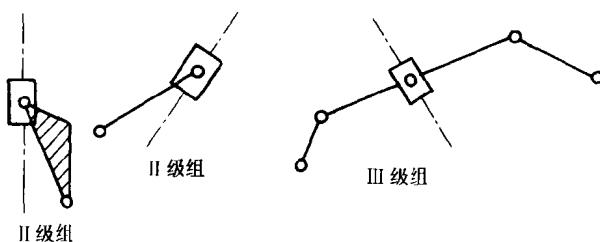

图 17
(2) 计算自由度(5 分) $F = 3n - 2P_L - P_H = 3 \times 5 - 2 \times 7 - 0 = 1$ (6 分)
(3) 结构分析如图 17 所示。图 91a 为 II 级机构;图 91b 为 III 级机构。